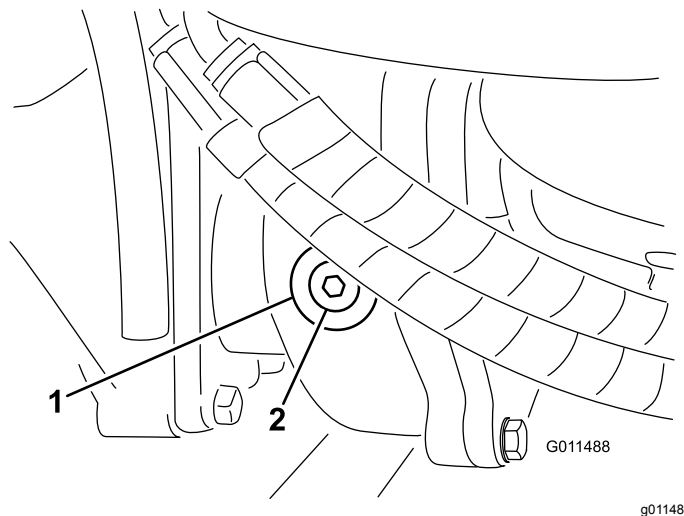

Рисунок 87
2. Снимите пробку контрольного (заливного) отверстия с левой стороны редуктора и убедитесь, что масло доходит до нижнего края отверстия (Рисунок 87).